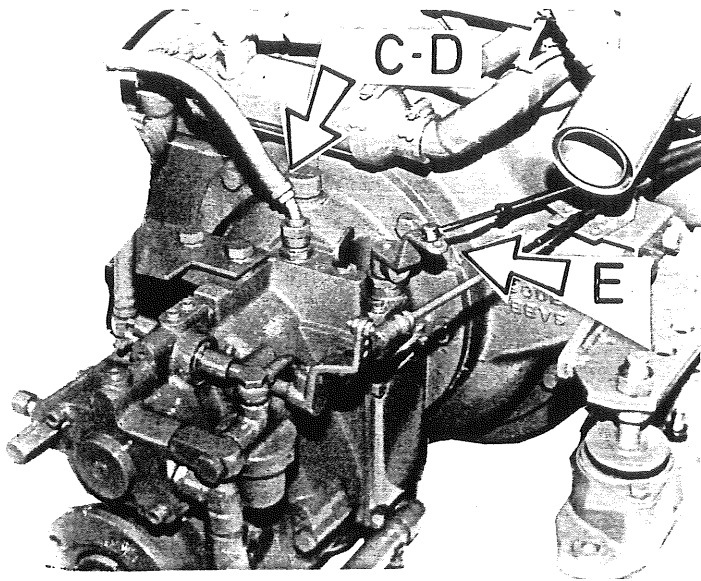

Fig. 27
2. Løs returslangen fig. 27, pos. C, og skru ut nippelen D. Vri slangen tilside.
- VIKTIG: Manøverhendelen E fig.27 skal ikke beveges uten at motoren er i gang, se side 13.